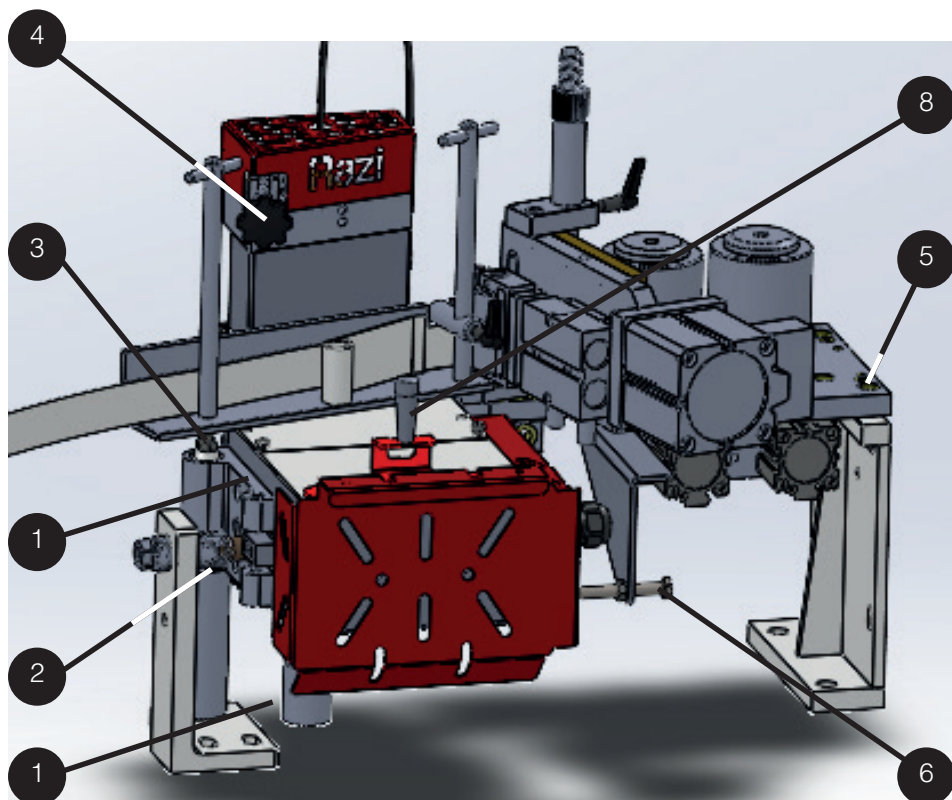
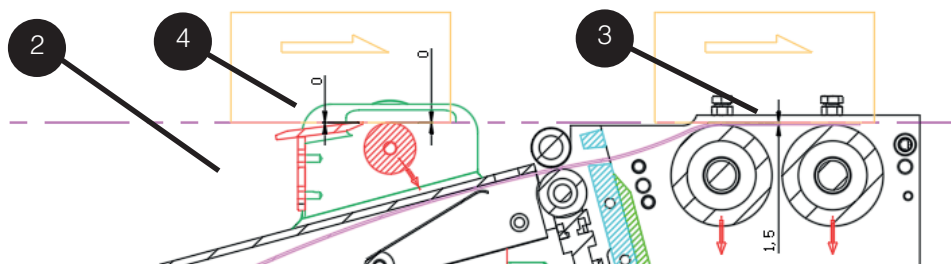

Figura 6.4 - Montagem de colagem e aplicação de faixas de borda
Figura 6-5b - Diagrama esquemático da posição de retração do tanque de cola e do rolo de pressão durante a aplicação da cola
- Ajuste: Parafuso de alcance de oscilação 6 (Figura 6-4).
- Ajuste: Parafuso do rolo de pressão 6 (Figura 6-4).
- Ele primeiro entra em contato com a placa guia de colagem (3), inclinando o tanque de cola em um ângulo definido.
- No ponto mais alto da placa guia (Figura 6-5b), a placa encontra o pico do rolo de cola.
- A mola de pré-pressão (2, Figura 6-4) garante contato constante, transferindo a cola uniformemente para a borda da placa.